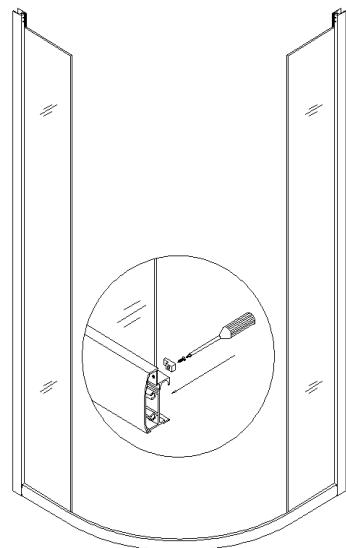
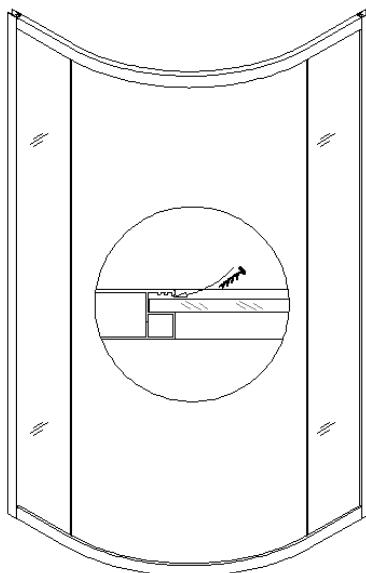

Рис. 2
Рис. 3
1. Соедините профиль для стекла (02) с направляющей рейкой со стопором (03) при помощи шурупа с полукруглой головкой ST4.2×25.
2. Вставьте стационарное стекло (04) в паз профиля, а затем закрепить его при помощи фиксатора стекла (16) к направляющей рейке, используя шуруп с плоской головкой ST4.2 × 16 (13). См. рис. 2 для более подробной информации.
3. Зафиксируйте другую сторону стационарного стекла в пазу профиля для стекла при помощи пластикового замка (09). Вставьте пластиковый замок между стеклом и боковой выемкой. См. рис. 2 и рис. 3 для более подробной информации.